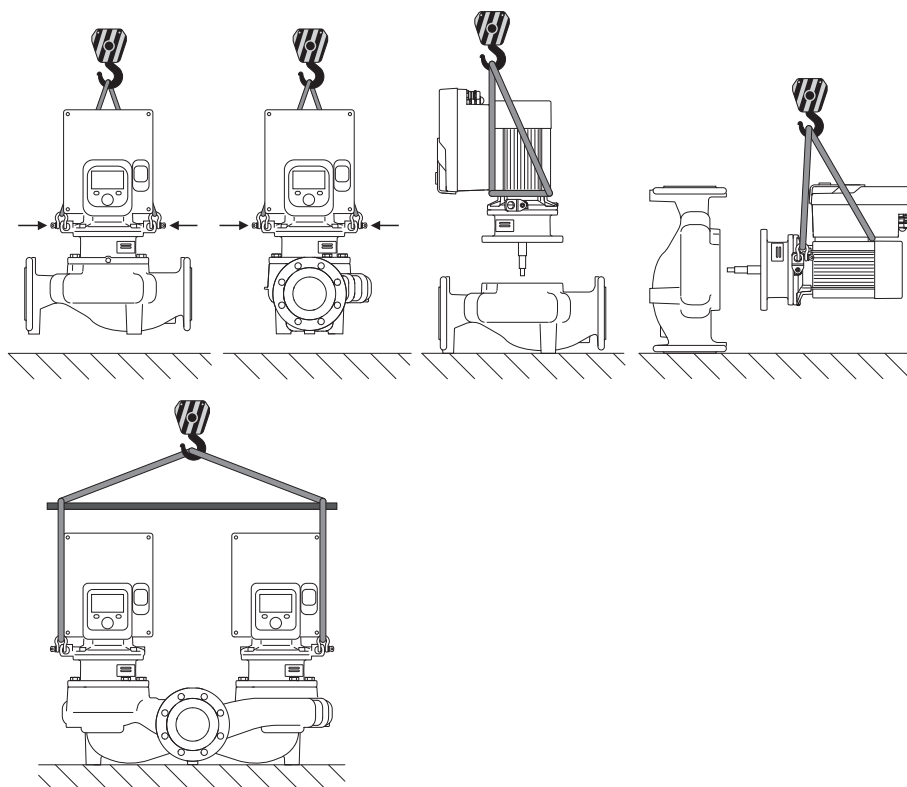

Fig. 6: Celšanas virziens
Sūkņa transportēšana jāveic ar atļautām kravas pārvietošanas piercēm (polispastu, celtni utt.). Kravas pārvietošanas pierces jānostiprina pie motora atloka esošajām transportēšanas cilpām. Ja nepieciešams, spiediet pacelšanas cilpas zem adaptera plates (Fig. 6).
2. Ievietojamo moduli (Fig. 4) drošības dēļ ar piemērotiem kravas pacelšanas līdzekļiem nostiprināt pie transportēšanas cilpām. Lai vienība neapgāztos, aplieciet siksnu ap motoru un elektronikas moduļa adapteri atbilstoši Fig. 6. Nostiprinot nepieļaujiet elektronikas moduļa bojāšanu.